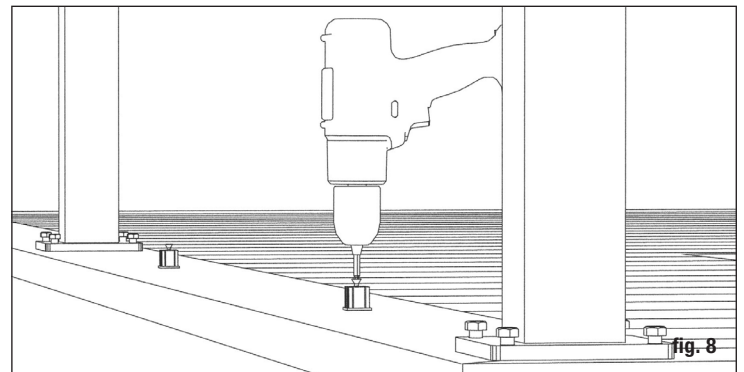

fig. 8
**Paso 6:** Fije los soportes del riel a los conectores del bloque de soporte. Marque la ubicación del soporte del riel en la superficie de la plataforma y conecte el otro conector del soporte del riel a la plataforma con el tornillo incluido (fig. 8).